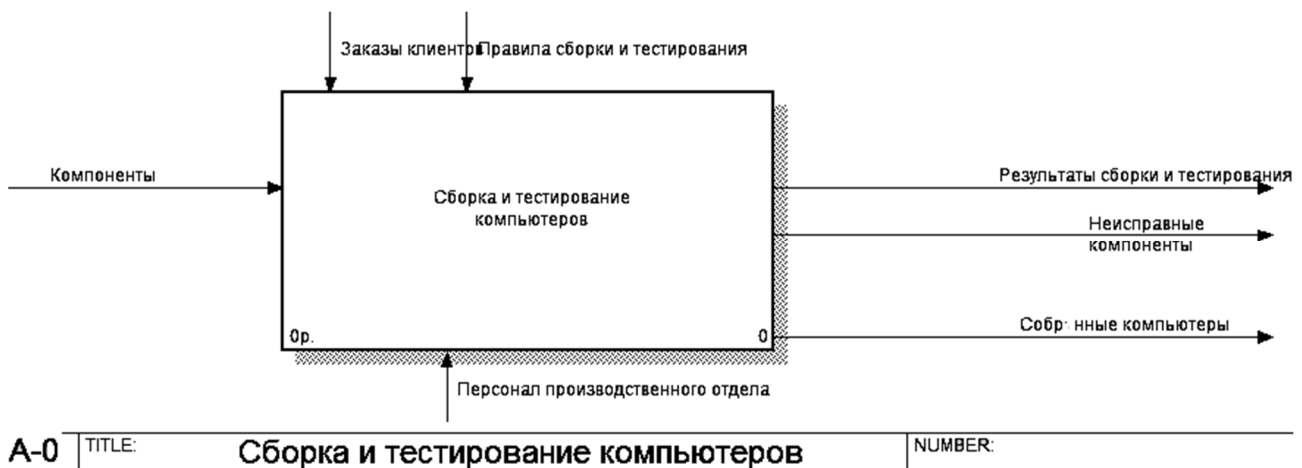

Рис. 17. Контекстная диаграмма расщепленной модели
7. На контекстной диаграмме A-0 создайте ➔ новую граничную стрелку выхода "Неисправные компоненты" от выхода единственной работы (рис. 17).